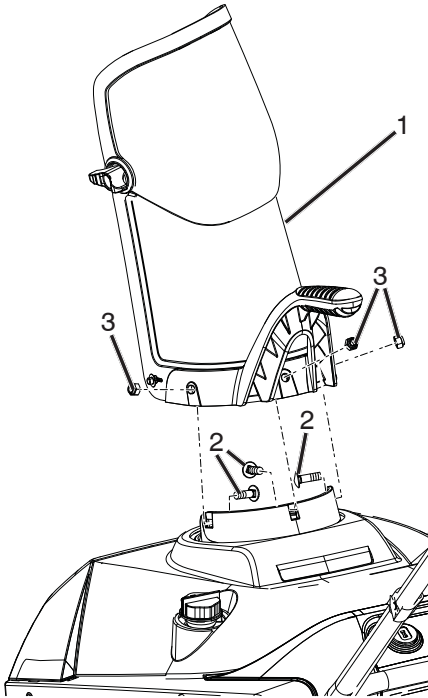

Figure 25
5. Déposer la goulotte de décharge et poignée en enlevant les trois boulons de châssis et les trois écrous à bride (Figure 25).